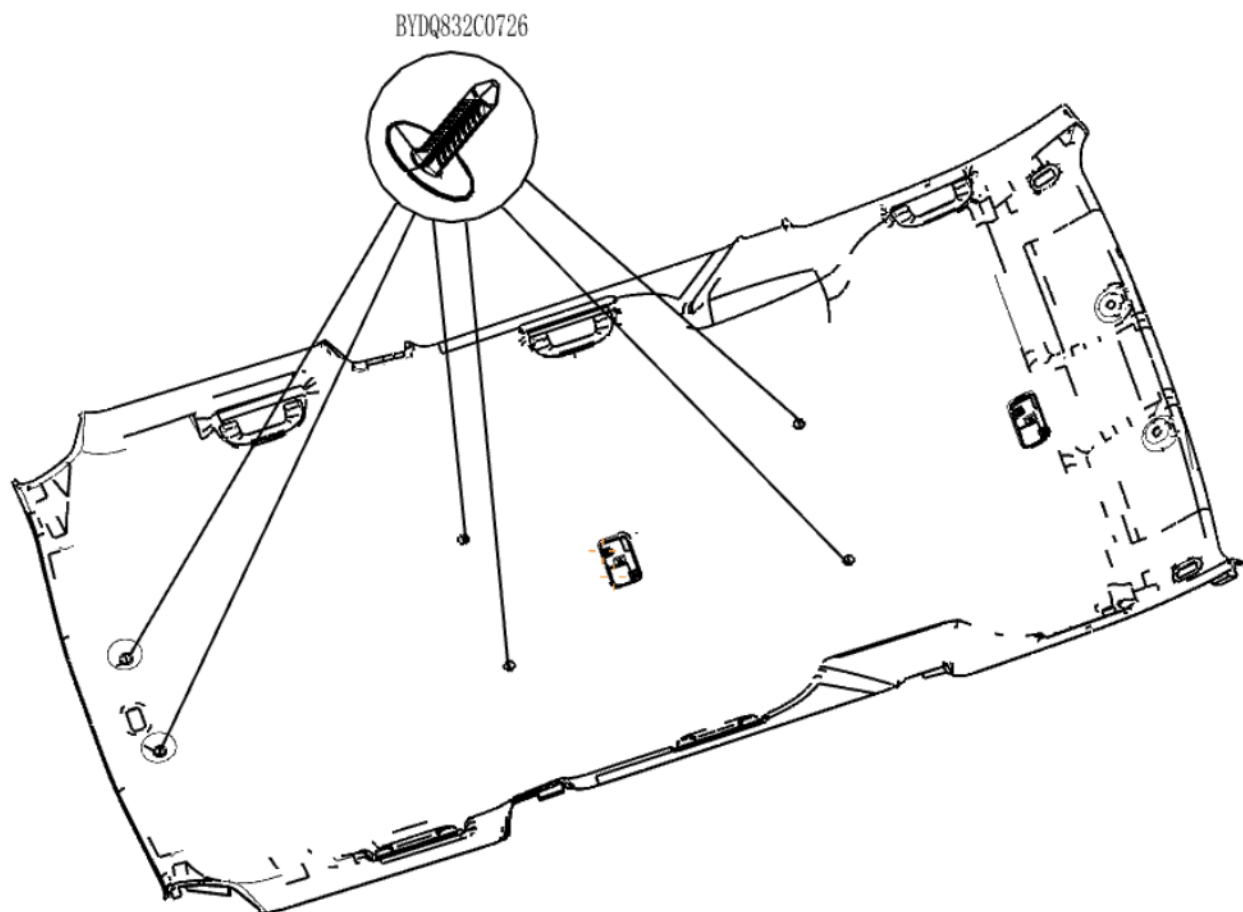

图1-22-3顶棚拆卸示意图
(1)、找到顶棚后部的 6 个叶子片卡扣的位置（见上图1-22-3），用一字螺丝刀将其从顶盖上撬脱，即可卸下顶棚。